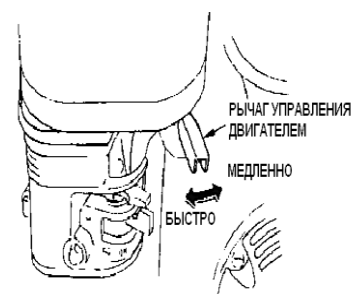

Рисунок 6.
**Рычаг управления двигателем (рисунок 6)** - Рычаг управления двигателем контролирует его скорость. Перемещение рычага в то или иное положение, как показано на рисунке, заставляет двигатель двигаться быстрее или медленнее. Мощность насоса зависит от настройки рычага управления двигателем. Установка рычага в положение, обеспечивающее наивысшую скорость, приведет к максимальному увеличению производительности насоса. Перемещение рычага в положение, обеспечивающее наименьшую скорость, понизит мощность насоса. Натягивание шнура стартера позволяет завести двигатель.